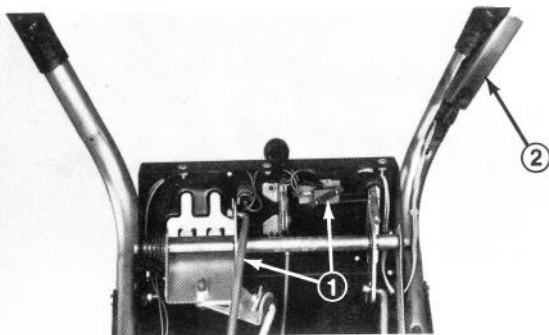

Figure 23
Le système d'interconnexion de sécurité met l'allumage à la masse et arrête le moteur grâce à une série d'interrupteurs (Fig. 23) si l'utilisateur abandonne sa position de conduite avant de placer la commande des roues au point mort (N) et la commande de tarière en position DÉBRAYÉE. Il faut donc comprimer le levier d'interconnexion de sécurité (Fig. 23) contre la poignée du mancheron pour garder le moteur en marche quand les roues sont en prise ou la tarière embrayée. Ce dispositif empêche aussi l'utilisateur de mettre le moteur en marche si les roues sont en prise ou la tarière embrayée.